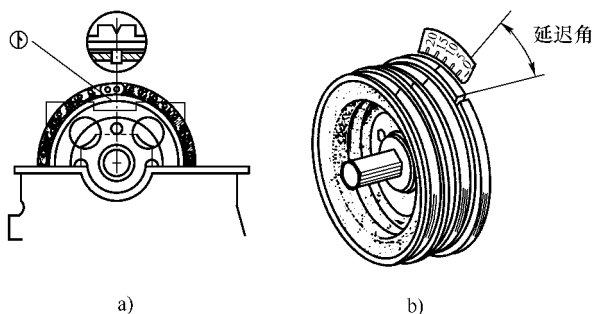

图 11-1 按厂家规定的配气正时
(1)点火时间过早,首先应检查配气正时,当第一缸火花塞处于压缩行程上止点时,曲轴皮带轮上的上止点记号(缺口)和发动机壳体链轮盖上正时记号,应按厂家规定对好,见图 11-1。